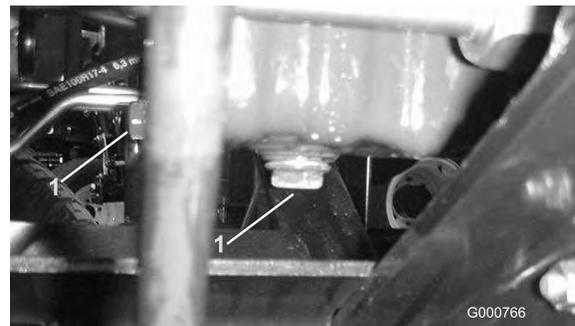

Figure 42
1. Enlevez le bouchon de vidange (Figure 42) et laissez couler l'huile dans un bac de vidange. Remettez le bouchon en place quand toute l'huile s'est écoulée.